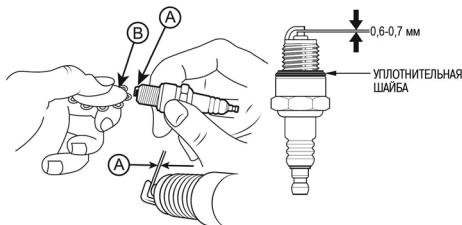

Рис. 25. Проверка зазора между электродами
4. Измерьте зазор между электродами свечи зажигания специальным щупом. Зазор должен быть 0,6-0,7 мм (Рис. 25). При увеличении или уменьшении требуемого зазора рекомендуется заменить свечу, так как регулировка зазора может привести к изменению качества искрообразования.